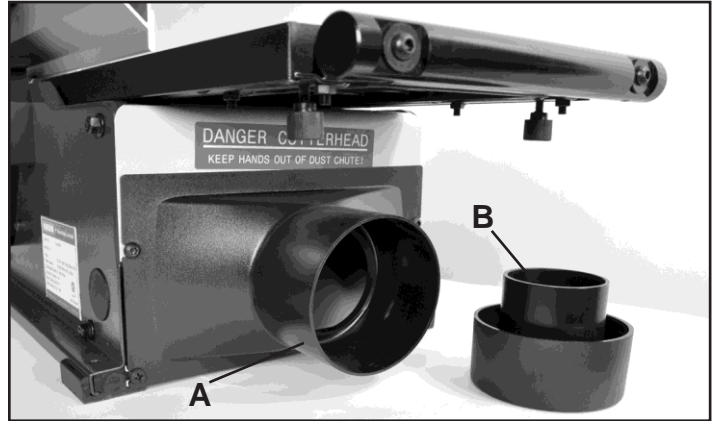

FIG. 9
El puerto de polvo principal (A) se ensambla previamente en la fábrica con un accesorio de diámetro exterior de 4 pulgadas. Además, se proporciona un Adaptador de vacío (B) para reducir a tamaños de manguera de 2-1 / 2 pulgadas (OD) o 2-1 / 4 pulgadas (ID). FIG. 9